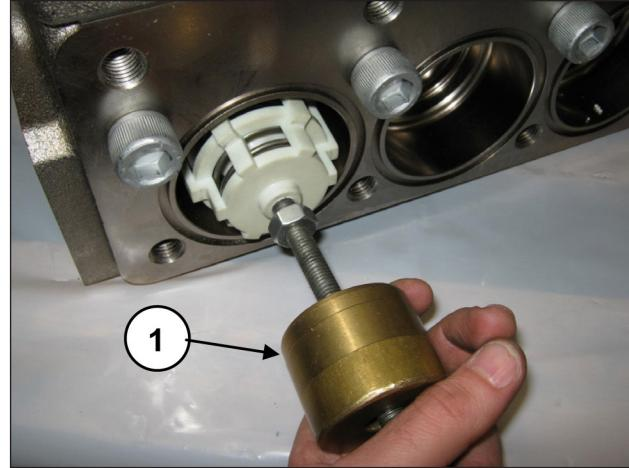

Рис. 140
Извлеките блок всасывающего клапана с помощью съемника с ударной массой (арт. 27516400), вставив его в отверстие M10 направляющей клапана (поз. ①, Рис. 140), или, в дополнение, переходника M10-M16 (арт. 25089700), установив его на резьбу M16 направляющей клапана.